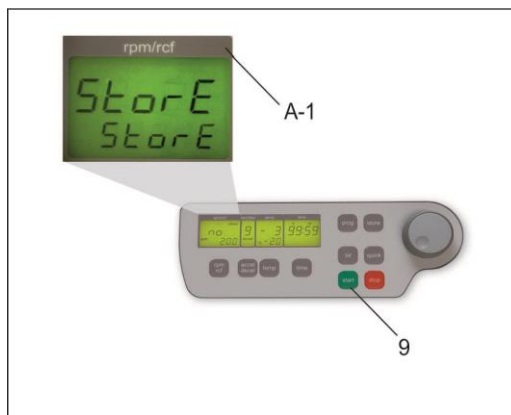

Abbildung 4
Steigen Sie wie unter Punkt 1.8.1 beschrieben in das Programm ein. Danach drücken Sie die Taste „accel/decel“ (5). Im Anzeigenfeld „accel/decel“ (A-2) erscheint der Schriftzug „service“. Wählen Sie nun mit dem Einstellregler (1) den Buchstaben „C“. Daraufhin erscheint im Anzeigenfeld „rpm/rcf“ (A-1) der Schriftzug „CELSI/temp“ (siehe Abbildung 4, rechter Display). Wenn Sie jetzt die Taste „rpm/rcf“ (4) drücken, blinkt der Schriftzug „CELSI“ im Anzeigenfeld „rpm/rcf“ (A-1) und mit dem Einstellregler (1) können Sie die Anzeige auf Fahrenheit „FAREN“ umstellen (siehe Abbildung 4, linkes Display).